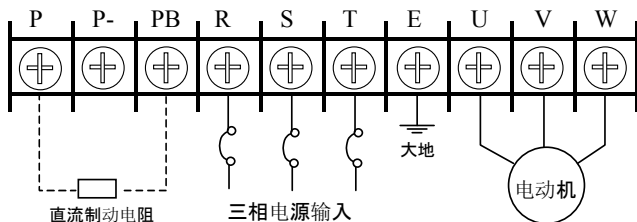
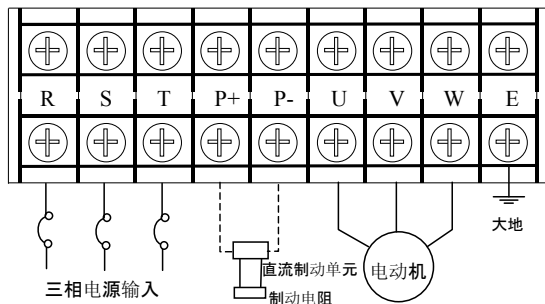

图 2-22 主回路端子台配线图 1
图 2-27 主回路端子台配线图 6
2.10.1 主回路端子台配线图如图 2-22 至图 2-27 所示。
I 类主回路端子图如图 2-22 所示。
VI类主回路端子图如图 2-27 所示。